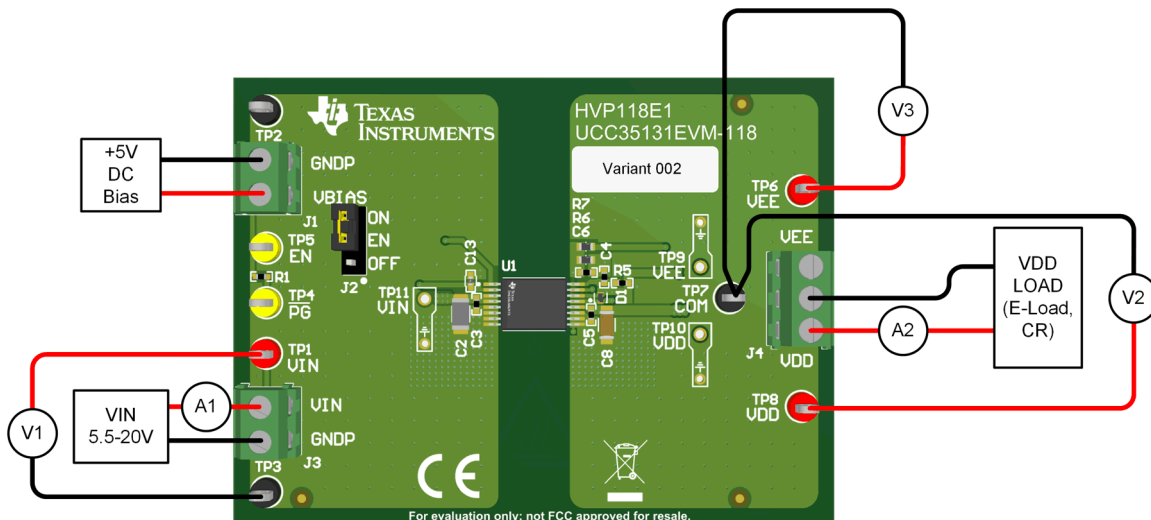

図 2-1. 効率測定のための典型的なセットアップ
UCC35131EVM-118 は、ねじ込み端子により  $V_{\text{IN}}$ 、 $V_{\text{DD}}$ 、 $V_{\text{EE}}$  と迅速に接続できます。図 2-1 に示すように、適切な電流計と電圧計を接続すると、EVM の効率を正確に測定できます。
4. J4:1 ( $V_{\text{DD}}$ ) と J4:2 (COM) との間に可変負荷を接続します。電子負荷を使用する場合は、定抵抗 (CR)、 $450\Omega$  (約 500mW) に設定します。EVM に電力が供給されるまで、負荷は無効のままにします。
5. 第 2 の負荷を J4:2 (COM) と J4:3 ( $V_{\text{EE}}$ ) との間に接続します。電子負荷を使用する場合は、定抵抗 (CR)、 $2.5\text{k}\Omega$  (約 10mW) に設定します。EVM に電力が供給されるまで、負荷は無効のままにします。必要な負荷は小さいため、スルーホール  $500\text{mW}$  の負荷抵抗を J4:2-3 の間に接続できます。
6. 一部の電子負荷は、低 mA の範囲に設定されると CC をレギュレート / 安定化できません。図 2-1 に示すように電流計を挿入して、入力電流と負荷電流を監視します。オシロスコープとともに電流プローブを使用して、電子負荷によってレギュレートされた DC 電流の安定性を検証できます。